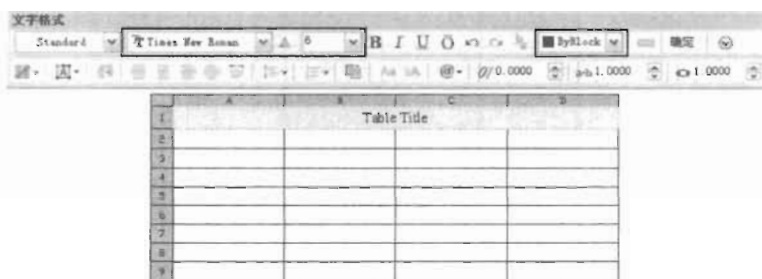

图 9-62
(2) 鼠标左键双击表格的标题行，打开“文字格式”编辑器，在其中设置文字的相关属性，然后在标题行输入文字 Table Title，如图 9-62 所示。